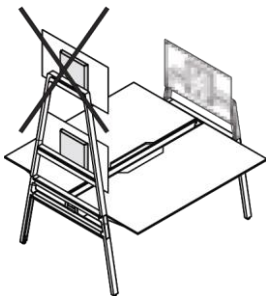

Bild 28 Monitorhalter, unzulässiger Anbau
- Zwei Monitorhalter an einem Aufsatzbogen (siehe Bild 28)).